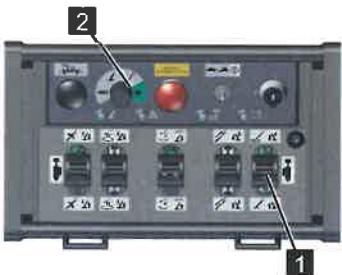

Abb. 104
2. Den Funktionswahlschalter auf [Sonderfunktionen] (grün) (Abb.104/2) stellen.
3. Den Steuerhebel (Abb.104/1) nach vorne drücken und solange halten, bis das Profilpaket angehoben wird und die Bewegung selbstständig stoppt.